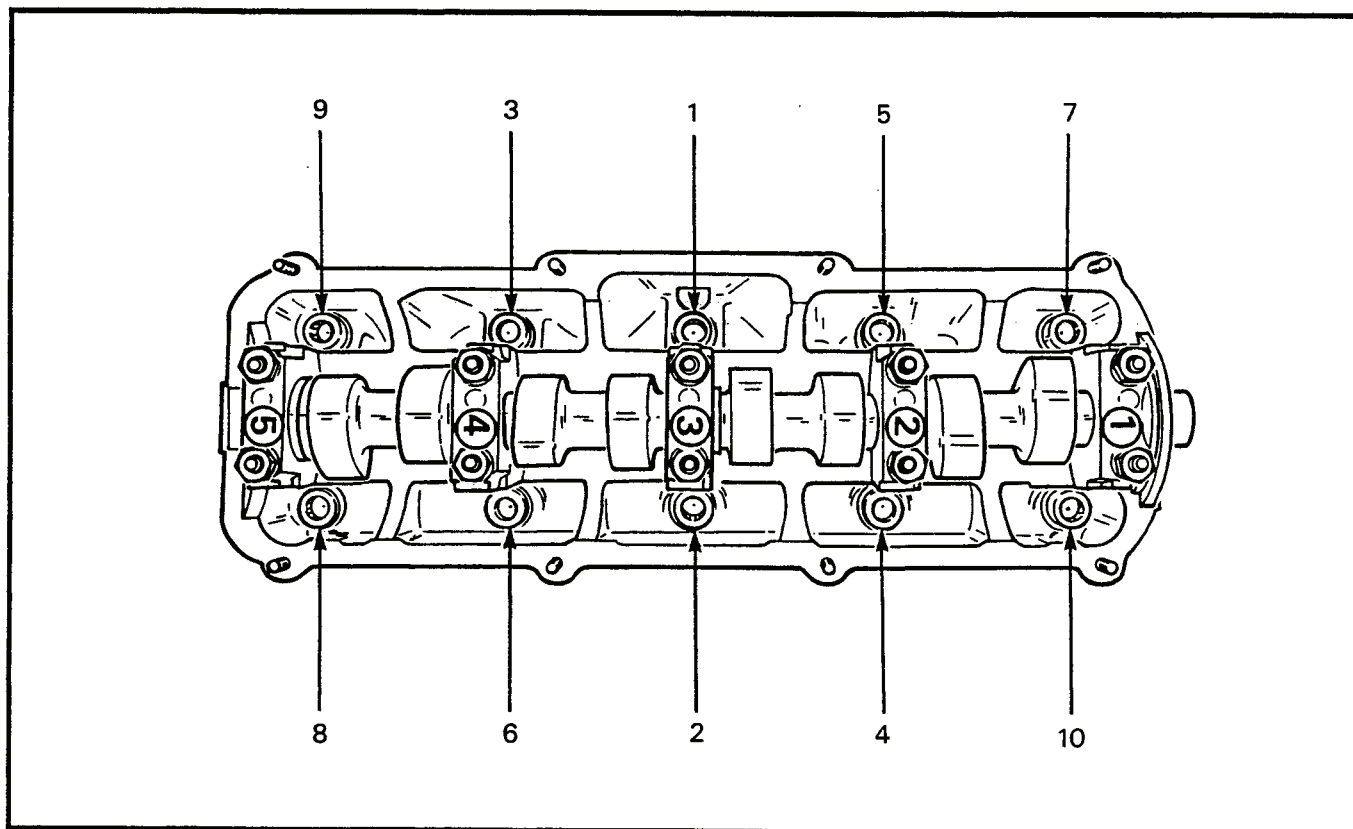

Figure 2-6-14 Cylinder Head Bolt Torquing Sequence
- x. Working alternately from the front and rear of the cylinder head and towards the center, loosen a little at a time, the cylinder head bolts in the reverse sequence to that shown in Figure 2-6-14. Remove the bolts and flat washers.
- x. En partant de l'avant et de l'arrière de la culasse pour se diriger vers le centre, desserrer graduellement les boulons de la culasse dans l'ordre inverse à celui indiqué à la figure 2-6-14. Enlever les boulons et les rondelles plates.
- e. Tighten the cylinder head bolts following the sequence shown in Figure 2-6-14, and torque the bolts to 30 N•m (22 ft lb).
- e. Serrer les boulons de la culasse dans l'ordre indiqué à la figure 2-6-14, et serrer les boulons à 30 N•m (22 pi lb).